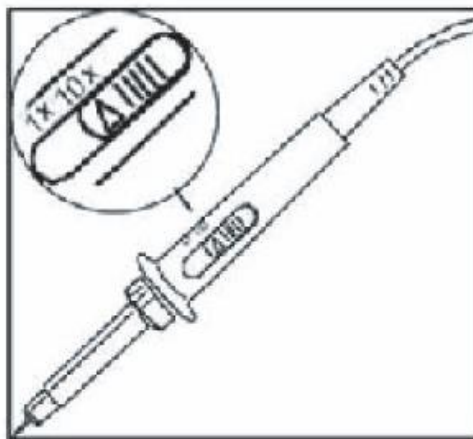

Fig. 1-5
① Dupa cum se arata in figura de mai jos (fig. 1-5), conectati sonda la canalul 1 si setati atenuarea sondei la 10 x